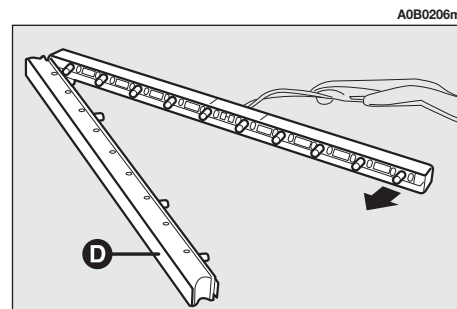

fig. 51
- Rimuovere il trasparente (**D-fig. 51**) e sostituire la lampada interessata.